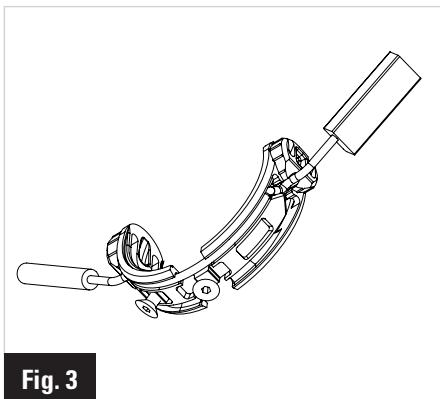

Fig. 3
- 3- Installare le guide cavi nel movimento centrale. Solo il filo elettrico per il deragliatore posteriore deve correre nel movimento centrale. Montare le guide liner ② bloccando il filo nelle scanalature inferiori (Fig.3), poi avvitare la flangia ① con una vite ③.
- 4- Installare il passa filo elettrico amovibile per il deragliatore anteriore ④ ⑤ (vedere il riquadro SERRAGGIO RISCONTRI AMOVIBILI)
- 5- Installare il passa filo elettrico ⑥ all'uscita della base posteriore.
- 6- Incollare l'adesivo LOOK ⑦ sul rivestimento. Pulire e sgrassare la superficie per un'adesione ottimale.